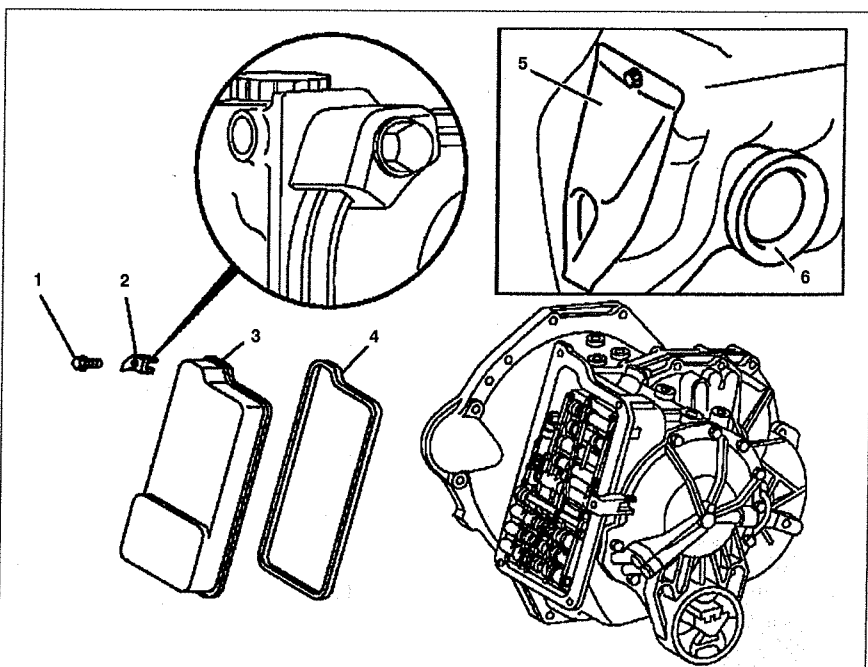

Рис. 6.55. Поддон АКПП (автомобили с двигателями 111, 601.970, 611.980):
2. Снимите крышку 5 с бака стеклоомывателей (только на двигателях 111 и 601) (см.рис.6.55).